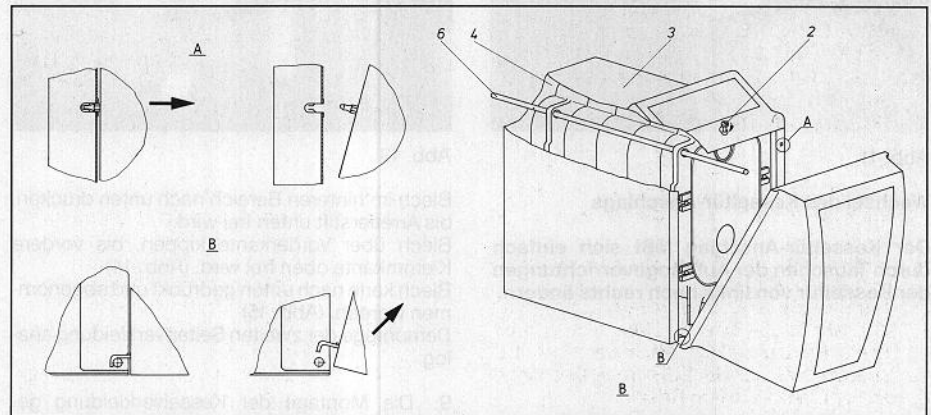

Abb. 6
- Zentralverriegelungsschraube lösen (Abb. 6 Pos. 2)
- Abdeckblech nach oben abnehmen (Abb. 6 Pos. 3)
- Obere Rückwandabdeckung abnehmen (Abb. 6 Pos. 4)
- Kessel mit Tragevorrichtung transportieren (Abb. 6 Pos. 6)
1. Fronthaube gemäß Abb. 6 durch Lösen der Zentralverriegelungsschraube und Abheben nach vorne demontieren.